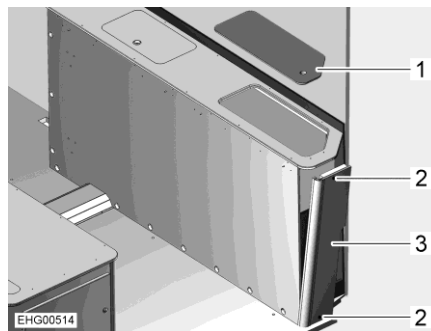

Fig. 117 Coffre de banquette droit
- Retirer le couvercle de service (Fig. 117,1).
- Dévisser 2 vis (Fig. 117,2).
- Passer la main dans le coffre de banquette par le haut et presser légèrement la paroi latérale (Fig. 117,3) vers l'extérieur.